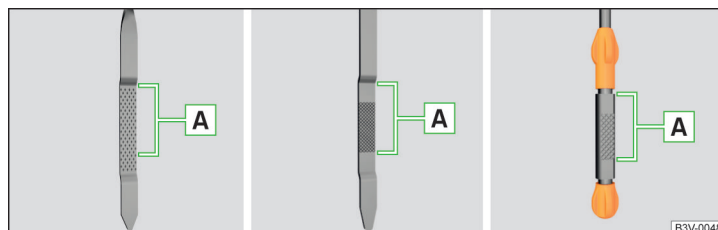

Abb. 230 Prinzipdarstellung: Ölmesstab
Ölmesstab » Abb. 230
- Der Ölstand darf keinesfalls oberhalb oder unterhalb des Bereichs  » Abb. 230 liegen - es besteht die Beschädigungsgefahr des Motors sowie der Abgasanlage.